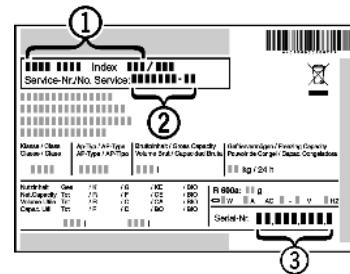

Fig. 20
- ▶ Označení přístroje Fig. 20 (1), servisní číslo Fig. 20 (2) a sériové číslo Fig. 20 (3) naleznete na typovém štítku. Identifikační typový štítek je umístěn na levé vnitřní stěně přístroje.
- ▶ Informujte zákaznický servis a sdělte poruku, označení přístroje Fig. 20 (1), servisní číslo Fig. 20 (2) a sériové číslo Fig. 20 (3).